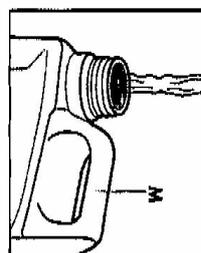

Abb. 4
- Den Behälter [M] mit entmineralisiertem Wasser oder Leitungswasser füllen (Abb. 4);